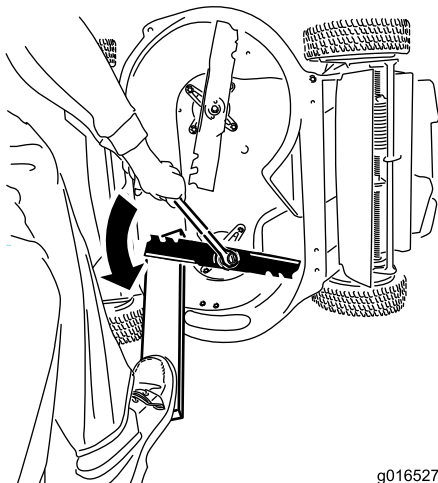

Figure 44
1. Servez-vous d'une cale en bois pour immobiliser chaque lame et dévissez le boulon de lame, comme montré à la Figure 44.